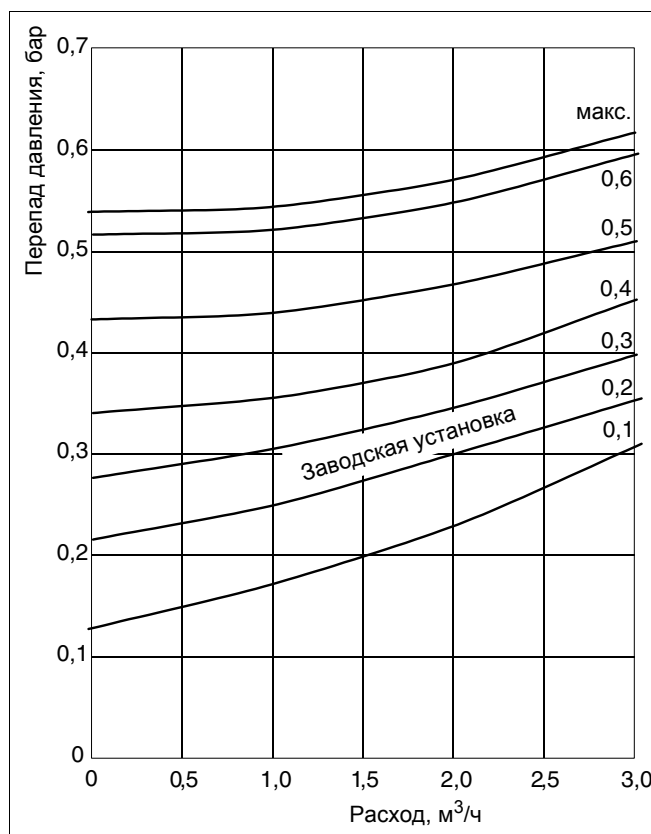

Рис. 7 Диаграмма перепускного клапана
- Отрегулируйте перепускной клапан рифленным роликом в соответствии с характеристиками отопительной системы и показанной здесь диаграммой (рис. 7).